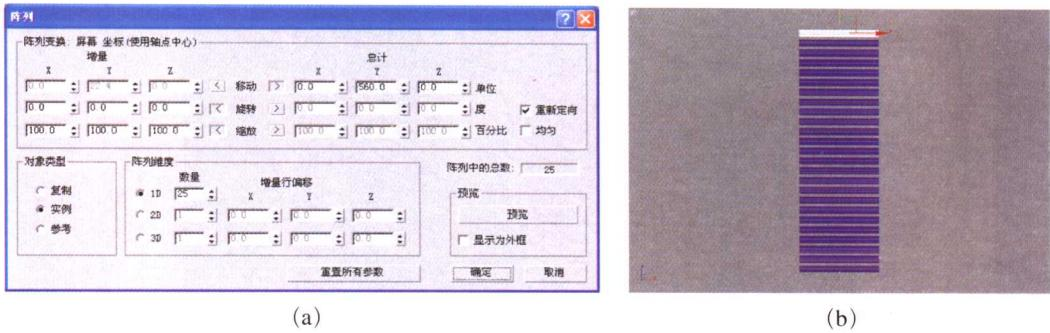

图 1-16 阵列复制竹条对象
(15) 在菜单栏上单击【工具】/【阵列】命令，弹出【阵列】对话框，如图 1-16 (a) 所示，在【阵列变换：屏幕坐标】选项组中，单击【移动】标签右边的箭头按钮，在【总计】部分的 Y 参数栏中输入数值 560；在【对象类型】选项组中，选取【实例】选项；在【阵列维度】选项组中，选取 1D 选项，在【数量】参数栏中输入数值 25。最后单击【确定】按钮，结果如图 1-16 (b) 所示。
(16) 现在给所有的竹条对象赋予贴图坐标。任意选取一个竹条对象，在【修改】面板的【修改器列表】中单击选取【UVW 贴图】选项。因为在阵列复制竹条对象的时候，选用了【实例】的方式来复制对象，这样在给任何一个竹条对象赋予【UVW 贴图】编辑修改器时，所有的竹条对象都将同时被赋予